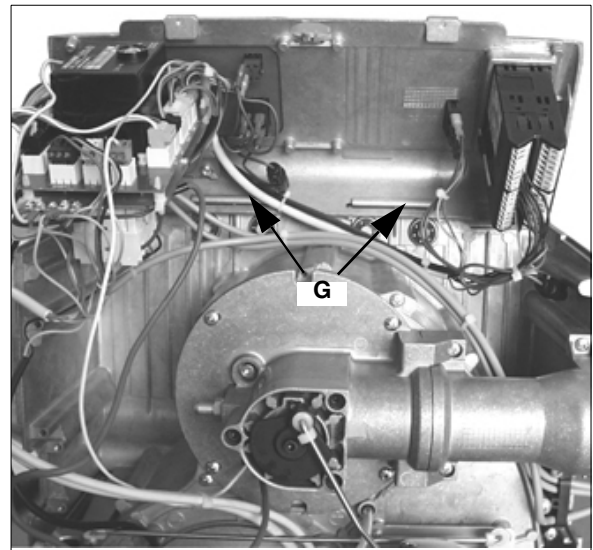

Fig. 28
- 4 Enganche el cuadro al cuerpo del quemador con los soportes G, tal como se muestra en la Fig. 28.